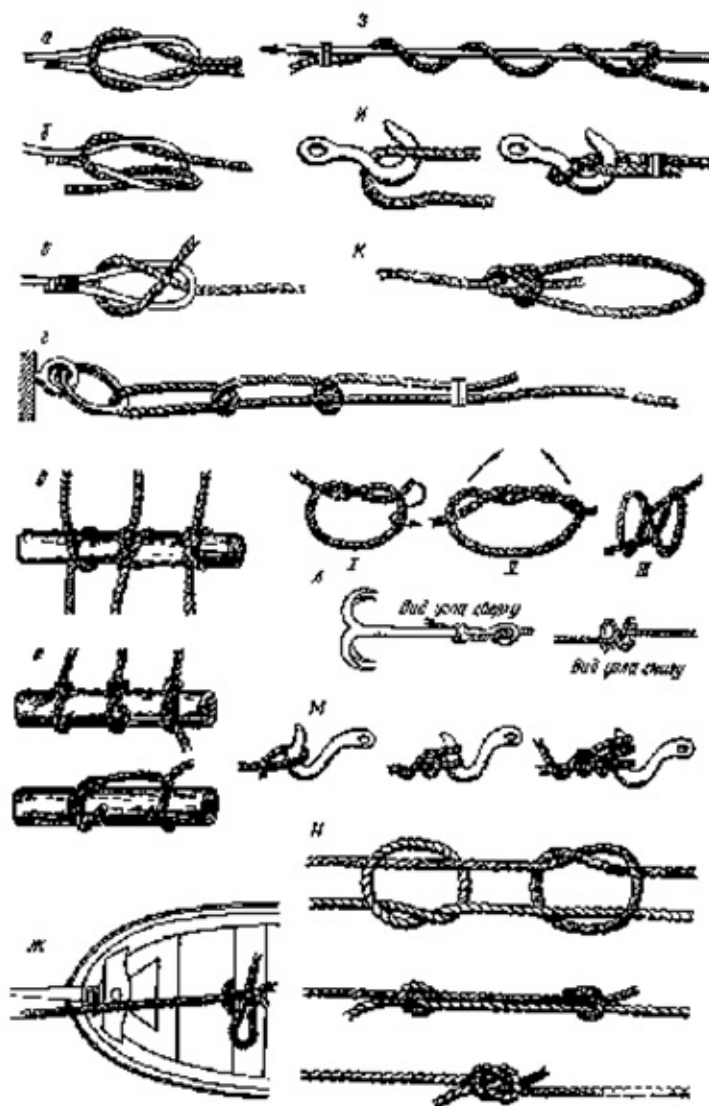

Рис. 65. Основные морские узлы:
**Морские узлы.** Плавая на шлюпке, яхте, моторной лодке или катере, юный моряк непременно сталкивается с необходимостью быстро и надежно вязать узлы (рис. 65).
Прямой узел (рис. 65, а) применяется для связывания двух концов растительного троса примерно равной толщины; толстые тросы могут соединяться прямым узлом только временно и для небольших нагрузок, так как в противном случае, при большей нагрузке, узел может затянуться и его трудно будет развязать. Способ вязки и порядок выполнения прямого узла даны на рисунке.
Рифовый узел (рис. 65, б) применяется при взятии рифов на парусах, для завязывания рифсезней и рифштертов, а также в других случаях, когда требуется такое соединение двух тонких тросов, чтобы их можно было легко развязать. Способ вязки этого узла подобен вязке прямого узла.
Шкотовый узел (рис. 65, в) употребляется при ввязывании шкотов в шкотовые углы парусов и вообще в тех случаях, когда нужно быстро скрепить два троса примерно одинаковой толщины.
Простой штык (рис. 65, г) употребляется для крепления швартовных тросов к береговым рымам и палам, к рымам бочек, а также при сращивании буксирных и других тросов. Простой штык состоит из двух полуштыков. Когда штык связан, ходовой его конец надежно прихватывают каболкой к коренному концу. При правильно связанном штыке сближенные
Выбленочный узел (рис. 65, д) употребляется для обвязывания тросом рангоутного или другого круглого дерева или в тех случаях, когда необходимо связывать один конец троса с серединой другого или вязать двойной шток, галс и т. п.
Удавка, или затяжной узел (рис. 65, е), употребляется для крепления какого-либо предмета, предназначенного для буксировки при постоянном натяжении буксира. Для большей надежности удавка дополняется одним или несколькими шлагами.
Шлюпочный узел (рис. 65, ж) служит для крепления на шлюпке походных концов. При креплении шлюпки, стоящей у трапа судна, конец вяжется за загребную банку. При креплении походного конца на спасательной шлюпке конец вяжется за баковую банку.
Стопорный узел (рис. 65, з) применяется, когда нужно временно удержать туго натянутый трос (швартов, лопарь талей и т. п.). Стопорным узлом можно крепить фалинь шлюпки к перлиню при буксировке нескольких шлюпок. Коренной конец стопора надежно укрепляется, а ходовой обвязывается вокруг удерживаемого троса, как показано на рисунке. Для стальных тросов в качестве стопора может употребляться такелажная цепочка.
Гачный узел (рис. 65, и) употребляется при временном креплении буксирного конца к гаку. Этот узел не затягивается при любой тяге, а снятый с гака легко распускается.
Беседочный узел (рис. 65, к) применяется для подъема человека на мачту или спуска за борт. Беседочный узел не затягивается, и обвязанный им человек может свободно работать на мачте или за бортом. Этот узел можно применять в качестве временного огона.
Рыбацкий узел (рис. 65, л) применяется при креплении тросов к гакам, кошкам.
Буксирный узел (рис. 65, м) употребляется для быстрой задержки буксирного конца растительного троса или ходового лопаря талей на гаке. Буксирный узел вяжется последовательным наложением нескольких шлагов на гак восьмеркой. Этот узел позволяет травить и выбирать конец через гак, отдав один или два шлага.
Узел связывания чужими концами (рис. 65, н) применяется для соединения тонких тросов.